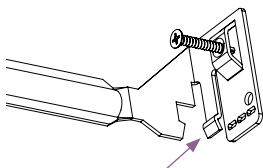

fig. 4
- c. Pour les plafonds suspendus seulement : Pliez les languettes des barres de suspension pour les verrouiller sur la grille de fixation du plafond. (voir la fig. 4).